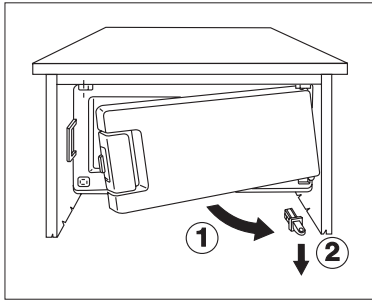

Bild 4
- Gefrierfachtür nach unten abnehmen. (Bild 4).